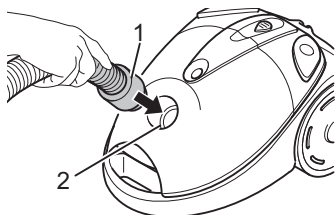

Abb. 2
1. Stecken Sie das Ende des Saugschlauchs (Abb. 2/1) in die Aufnahmeöffnung (Abb. 2/2) des Bodensaugsaugers, bis die Verriegelung hör- und spürbar einrastet.